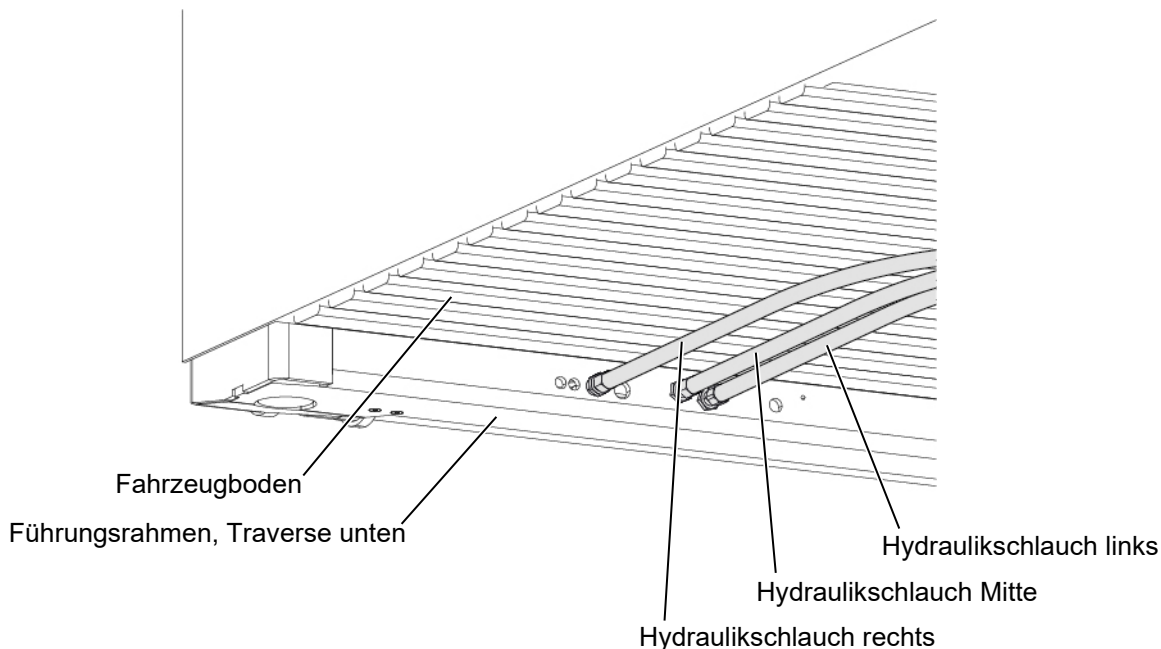

Abbildung 10: Fahrzeugunterseite, Anschluss der Hydraulikschläuche
- Schließen Sie die mitgelieferten Hydraulikschläuche an ihren Anschlüssen (links, Mitte, rechts) am Vertikallift an (siehe Abbildung 10).